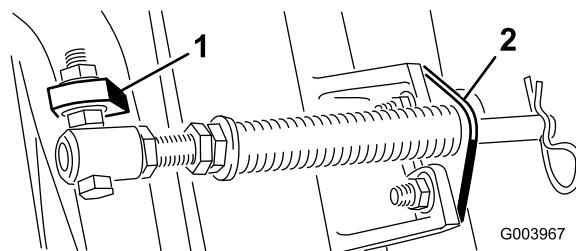

Figura 6
- Monte el perno del tubo del muelle a la otra pestaña del bastidor de tiro y fíjelo con la tuerca con arandela prensada. La cabeza del perno debe colocarse en el exterior de la pestaña, según se muestra en Figura 6.
- Monte el soporte de la varilla en las pestañas de la unidad de corte con los pernos de cuello cuadrado y las tuercas (Figura 6).